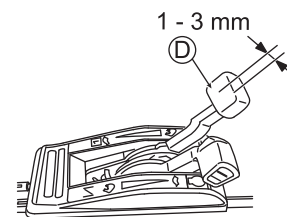

Fig. 33
Ajuste a folga da alavanca de ajuste de velocidade (D) em 1 - 3 mm, como mostrado na fig. 33.
3. Acione o motor e verifique se a velocidade de corte da máquina varia quando a alavanca de ajuste de velocidade (D) é movimentada.